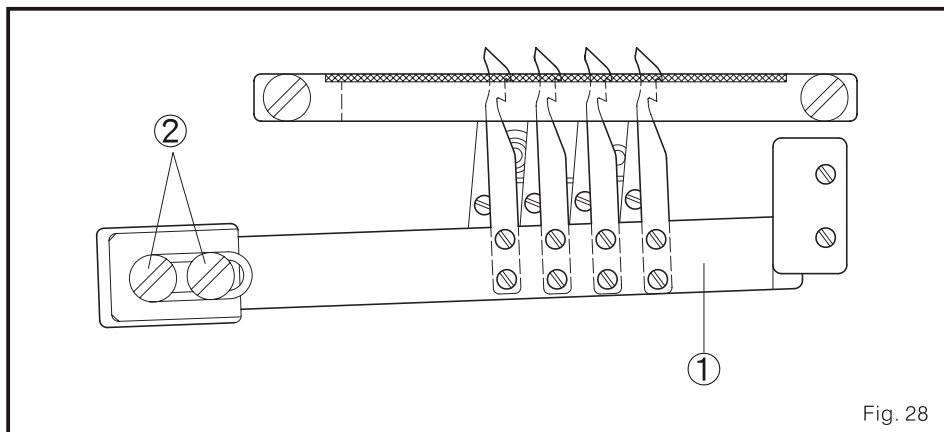

Fig. 28
- (2) Quando ajuste. Solte os dois parafusos 2 do equipamento de apoio da faca móvel inferior 1. Mova ao mencionado equipamento apoio 1 de esquerda para direita para completar a condição (1) mencionada previamente, e então ajuste fortemente os parafusos 2. (Fig. 28)